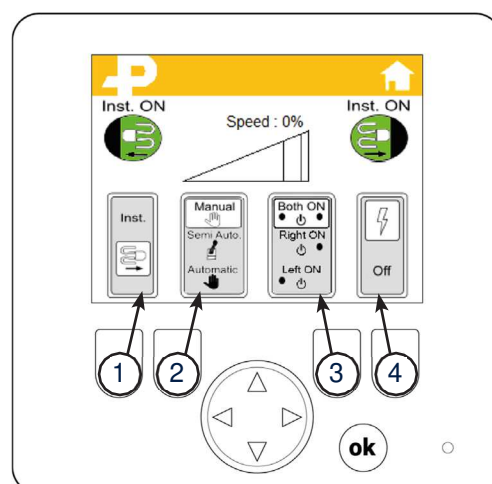

Fig 24. Menu "Accueil"
5. Accédez au menu "Accueil", Fig 24.
6. Appuyez sur le bouton 1, Fig 24 pour passer au mode clippage. L'icône Clippage (Inst.) doit maintenant s'afficher.
7. Appuyez sur le bouton 2, Fig 24 pour sélectionner le mode manuel, semi-automatique ou automatique.
8. Appuyez sur le bouton 3, Fig 24 pour activer les outils des deux côtés ou individuellement.